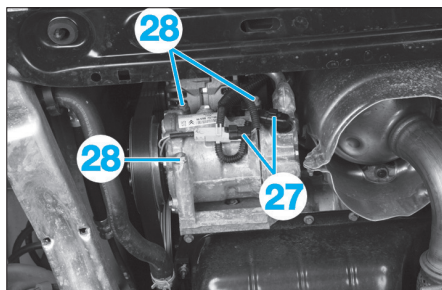

Fig. 96
- Débrancher les connecteurs du compresseur de climatisation (27) (Fig.96).
- les 3 vis de fixation du compresseur de climatisation (28)